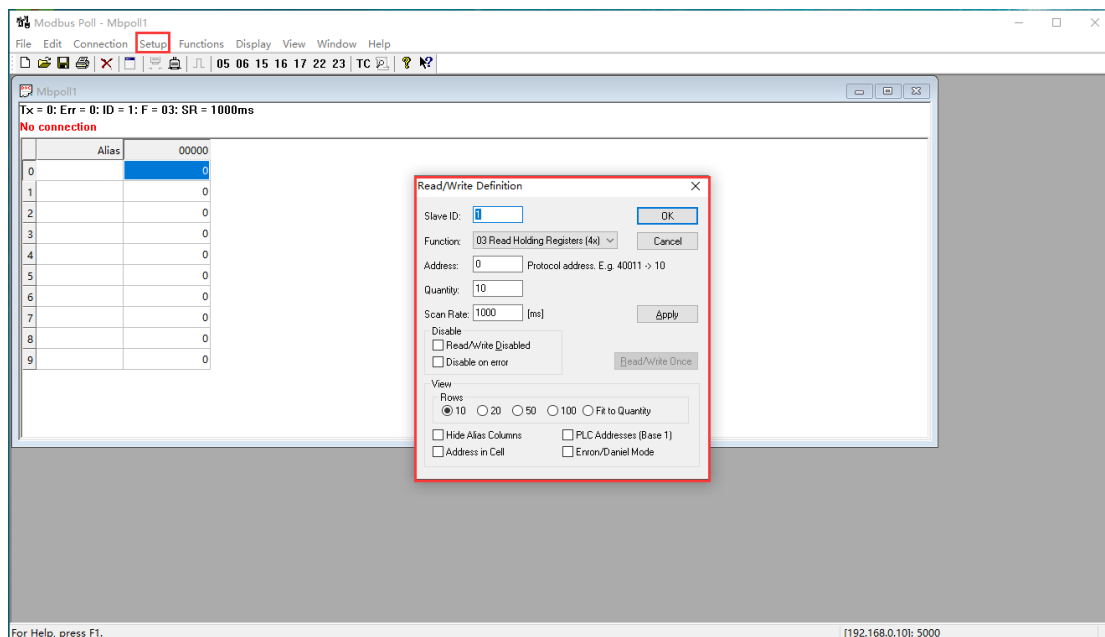

图 6-23 Modbus 主机创建
3) 将电脑 IP 设置为 192.168.0.1 (与模块内设置的远程 IP 一致), 打开“Modbus Poll”工具, 其他参数设置如图 6-23 所示, ID 设置为 1, 功能码选择 3。